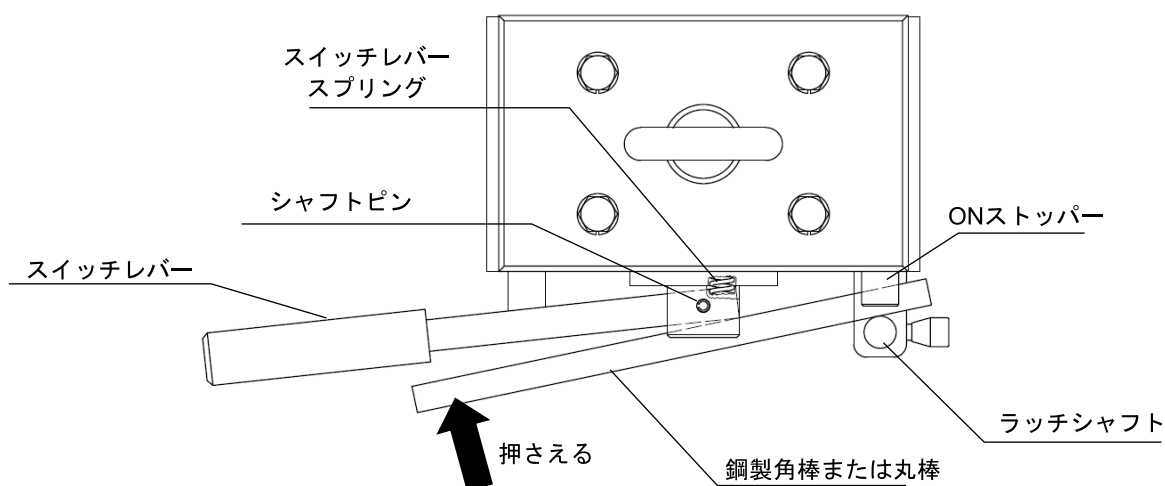

図12-2 シャフトピンの打ち込み
② 取付
- ◆穴合わせは、図12-2のように鋼製角棒□10×10×長さ約200mmまたは丸棒φ10×長さ約200mmをラッチシャフトに引っ掛け、スイッチレバーを押しながら合せて、シャフトピンを打ち込む。
- ・ スイッチカバーを取付ける。（(1) スイッチカバー②取付）参照。）